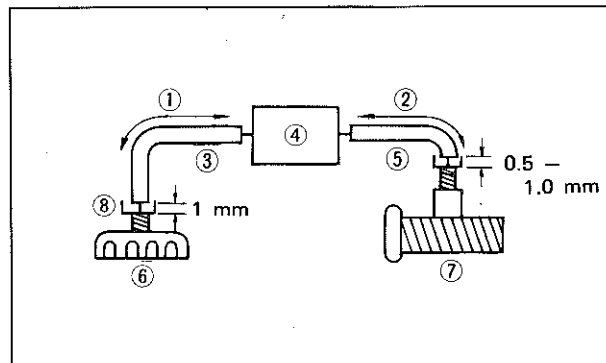

Fig. 2-3-2
After engine idle speed is set, make cable freeplay adjustment at cable adjuster (8) near throttle grip. Loosen locknut and turn adjuster until there is 0.5 – 1.0 mm freeplay between throttle cable housing and cable adjuster. Retighten locknut. Loosen cable adjuster locknut (at top of carburetor) and turn cable adjuster until there is 1.0 mm freeplay in cable "B". Retighten locknut. (Fig. 2-3-2)
Après réglage du ralenti, régler le jeu du câble à l'aide de la vis de réglage (8) prévue près de la poignée d'accélérateur. Desserrer l'écrou de blocage, et tourner la vis de réglage de manière à obtenir un jeu de 0,5–1,0 mm entre la gaine du câble d'accélérateur et la vis de réglage. Cela fait, resserrer l'écrou de blocage. Ensuite, desserrer l'écrou de blocage de l'autre vis de réglage (au sommet du carburateur), et tourner cette vis de réglage de manière à donner un jeu de 1,0 mm au câble "B". Resserrer l'écrou de blocage (Fig. 2-3-2).
Nach Einstellung der Leerlaufdrehzahl ist das Spiel des Gasseiles mit Hilfe des Seileinstellers (8), der in der Nähe des Gasdrehgriffes angebracht ist, einzustellen. Die Sicherungsmutter lösen und den Seileinsteller drehen, bis das Spiel zwischen Gasseilumhüllung und Seileinsteller 0,5 bis 1 mm beträgt; danach Sicherungsmutter wieder festziehen. Anschließend die Sicherungsmutter des oben am Vergaser angebrachten Seileinstellers lösen und diesen Seileinsteller drehen, bis auch das Spiel im Seil "B" ungefähr 1 mm beträgt; dann Sicherungsmutter wieder festziehen. (Fig. 2-3-2)